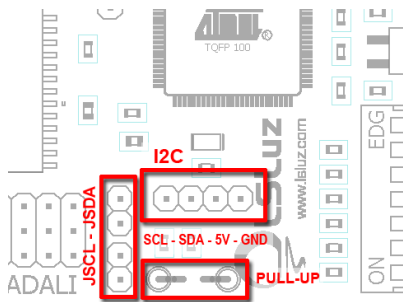

Figura 6: configuración comunicación I2C
La ubicación del conector I2C se muestra en la figura 6, así como el uso asignado a cada pin. Si se desea, se pueden habilitar los conectores RJ45 para transmitir información entre equipos por I2C.
Los conectores RJ45 emplean los pines 4 y 5 para la comunicación Modbus (AB) y los pines 6 y 8 para el GND. Si se cierran los jumper JSCL y JSDA indicados en la figura 6, se habilitarán los pines 2 (SDA) y 7 (SCL) del RJ45 para la comunicación I2C.
Si fuera necesario conectar resistencias pull-up a +5V en SDA y SCL, se pueden soldar la resistencias deseadas en la parte exterior indicada en la figura 6.